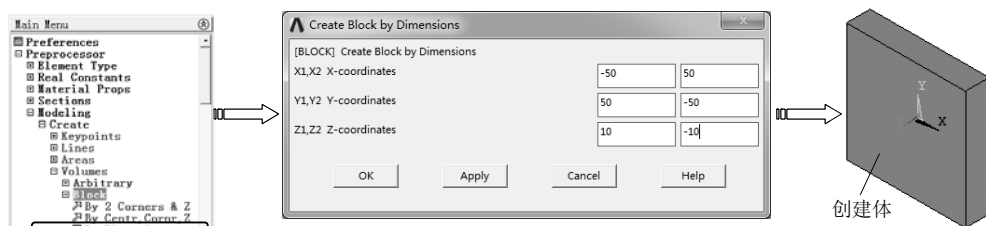

图 6-89 通过对角点生成长方体
1) 选择“Main Menu>Preprocessor>Modeling>Create>Volumes>Block>By Dimensions”命令，弹出“Create Block by Dimensions”对话框，在“X-coordinates”“Y-coordinates”和“Z-coordinates”文本框中输入角点的 X、Y、Z 坐标分别为 (-50, 50, 10)、(50, -50, -10)，单击“OK”按钮创建长方体，如图 6-89 所示。